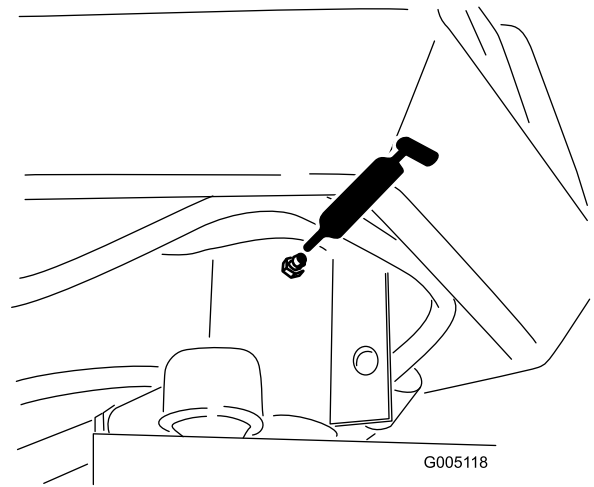

Bild 25
- Lenkgabelspindel (1) (Bild 25)